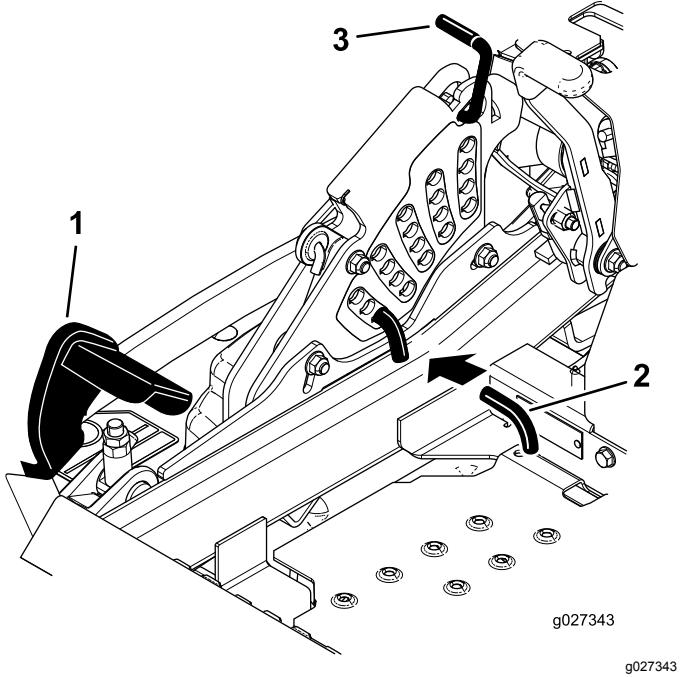

Bild 31
2. Treten Sie auf das Mähwerkhubpedal und heben Sie das Mähwerk in die Transportstellung an (d. h. die Schnitthöhe von 140 mm), wie in Bild 31 abgebildet.
3. Drehen Sie zum Einstellen den Stift um 90 Grad und nehmen ihn aus der Schnitthöhen-Halterung heraus (Bild 31).
4. Wählen Sie ein Loch in der Schnitthöhenhalterung, das der gewünschten Schnitthöhe entspricht, und stecken Sie den Stift ein (Bild 31).